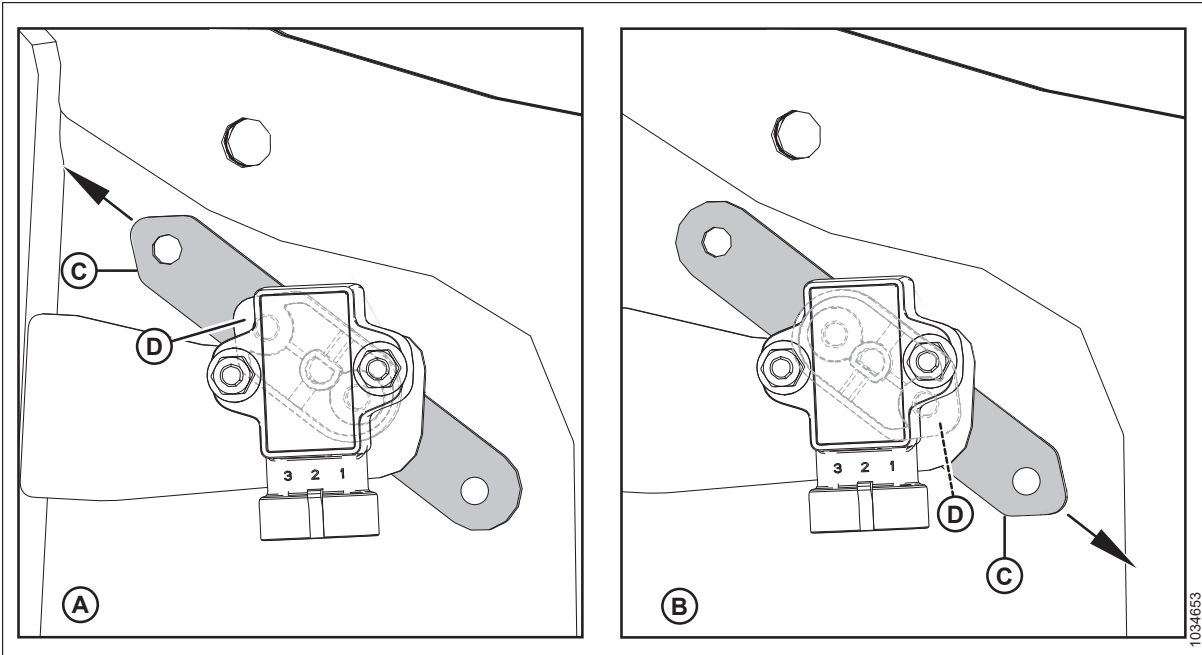

Figure 3.42: Configurations du bras/pointeur du capteur
3. Vérifiez que le bras (C) et le pointeur (D) du capteur sont configurés correctement pour votre moissonneuse-batteuse. Pour obtenir des instructions, consultez la figure 3.42, page 44.